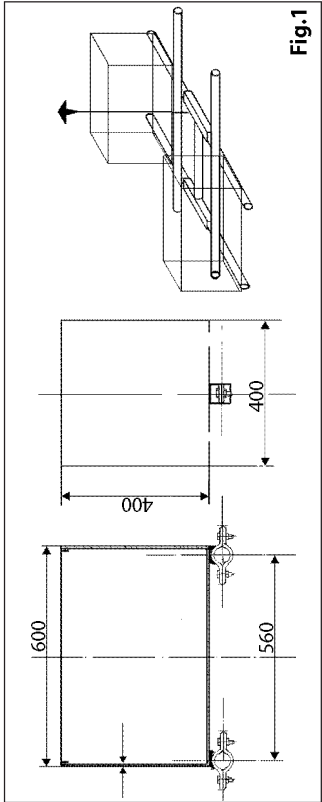

Fig.1
1. Opportunamente zavorrato mediante numero tre contenitori forniti a richiesta dalla Ditta costruttrice che dovranno essere applicati secondo lo schema sopra riportato (Fig.1) usufruendo di numero quattro spezzoni di tubo diam.48x3 e di lunghezza circa mm.1.500 due dei quali infilati nel tubo quadro del telaio portante con aggiunto in uno di essi due distanziali per il centraggio dell'elevatore (Fig.2). Si dovranno impiegare infine quattro giunti ortogonali da ponteggio. Occorre fare bene attenzione di posizionare i tre contenitori come indicato nel disegno e precisamente due in posizione laterale rispetto all'elevatore ed uno in testa lato tamburo. Ogni contenitore dovrà essere zavorrato con 120 kg. di materiale solido con massa specifica superiore o uguale a 1300 kg./m3.